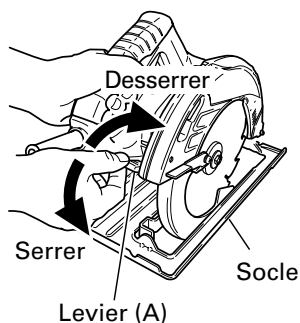
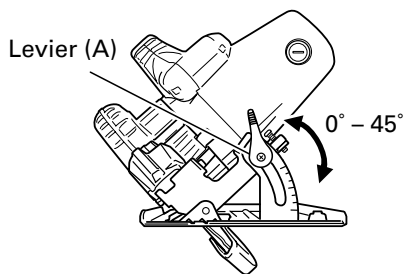

Fig. 10
Fig. 11
7. Vérifier si le levier (A) est bien serré.
Si le levier (A) de réglage de la profondeur de coupe (Fig. 10) et de l'angle de biseau (Fig. 11) est desserré, cela risque d'entraîner des blessures. Bien s'assurer qu'il est serré à fond.
1. Réglage de la profondeur de coupe (Fig. 10)
Comme indiqué sur la Fig. 11, en desserrant le levier (A) de l'échelle d'angle de biseau, il est possible d'incliner la lame de scie à un angle de 45° par rapport au socle.